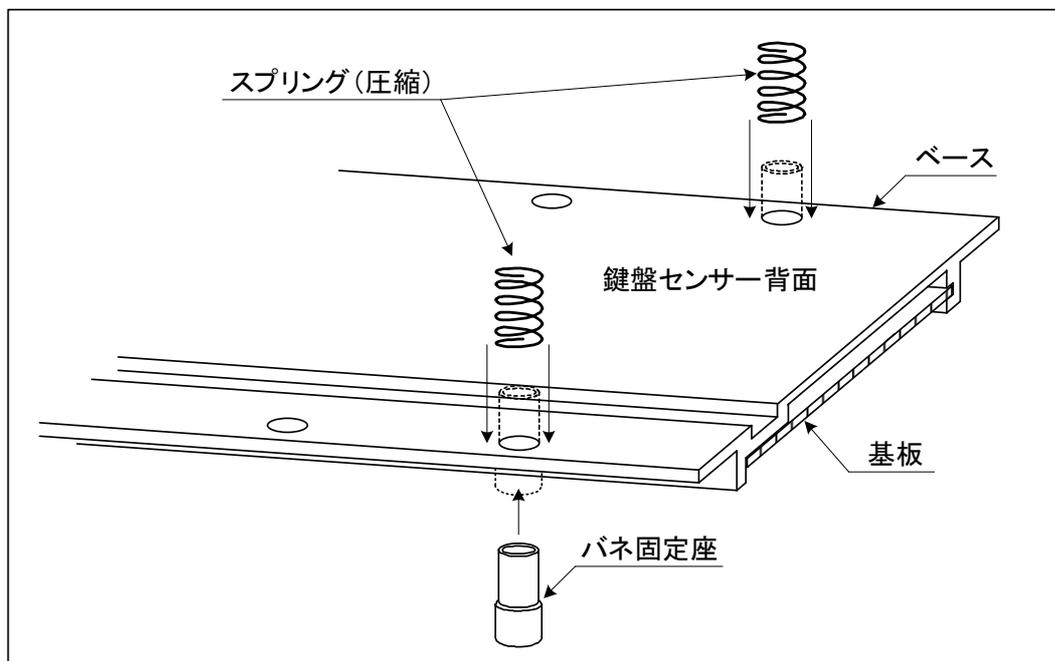

図4.4-2 スプリング（圧縮）取り付け
- (1) アクションと全ての鍵盤を取り外す。
- (2) 図4.4-2の様に、鍵盤センサーの基板側よりバネ固定座を挿入し、鍵盤センサー背面からスプリング（圧縮）を取り付ける。尚、スプリング（圧縮）は時計方向に回しながら挿入すると取り付け易くなる。